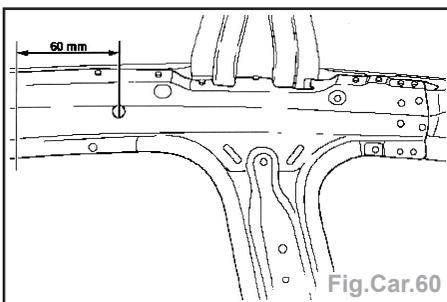

Fig.Car.60
- Séparer le montant B intérieur à 60 mm du trou de fixation (Fig.Car.60).